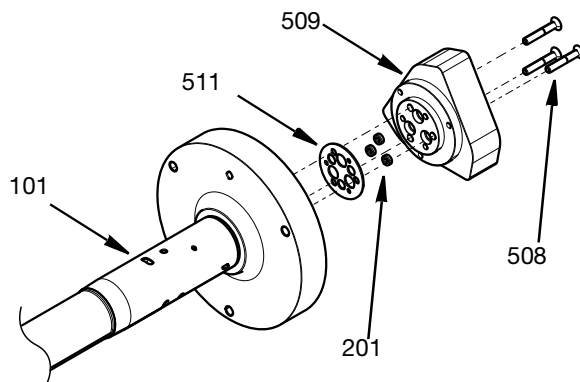

FIG. 27
- Montera de tre resterande stångtätningarna (201) i luftcylinderhuset (509), se **Verktygssats 25T489 för montering och demontering av tätningar** sidan 32 vid installation av stångtätningar. Montera en ny packning (511) och fäst luftcylinderhuset till mittkroppen (101) med tre M4-skrivar (508). Dra åt till moment till 3,3 N•m (29,2 in-lbs). Se FIG. 27.